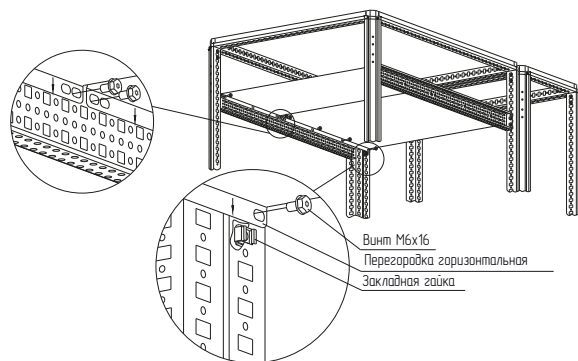

Рисунок 2
– вариант 2. Установить закладные гайки в квадратные отверстия реек монтажных тип В. Расположить перегородку горизонтальную для распределительных шин между рейками монтажными тип В и закрепить винтами М6×12 и шайбой 6 (рисунок 2). Момент затяжки – 7 Н·м. Болты приобрести отдельно;